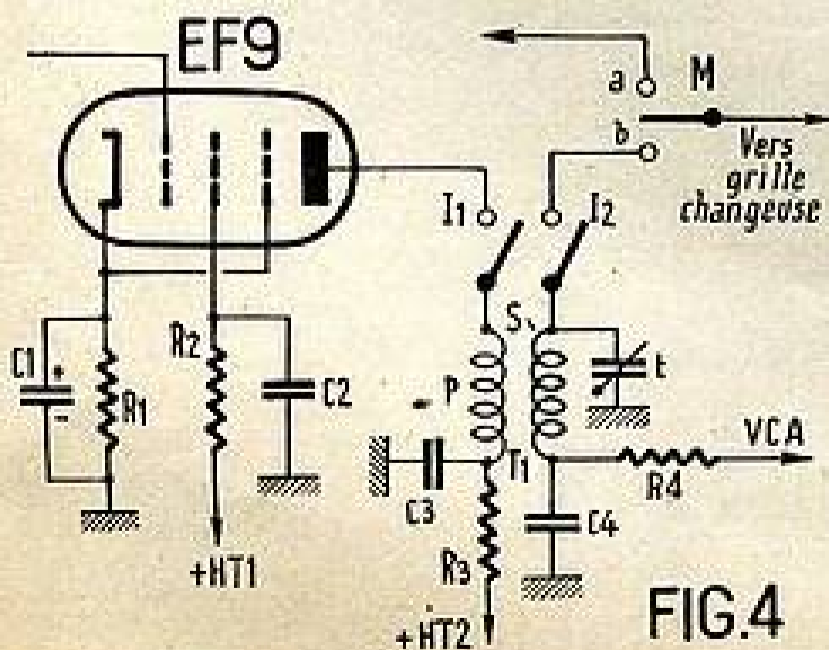

FIG. 4
formateurs montés unitairement comme l'indique la figure 4.
- Lampe HF (voir fig. 4).